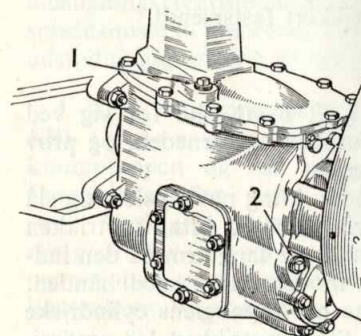

Fig. 17. Gearkassens oliestands- og påfyldningspropper.
**2. Kontroller oliestanden i gearkassen.** Olien skal stå op til oliestandshullets underkant. Påfyldningshullets og oliestandshullets placering på 4-trins gearkassen er vist på fig. 17. På 5-trins gearkassen er det kombinerede påfyldnings- og oliestandshul anbragt midt på højre side af gearkassen. Rens gearkassen omhyggeligt omkring påfyldningshullet, før proppen fjernes.